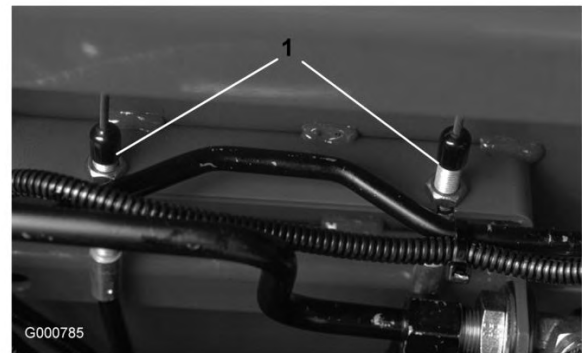

Figura 74
2. Per ridurre il gioco dei pedali del freno, stringete i freni allentando il dado anteriore sull'estremità filettata del cavo del freno (Figura 74). Serrate quindi il dado posteriore per spostare indietro il cavo fino ad ottenere un gioco compreso tra 1,25 e 2,5 cm per i pedali dei freni. Serrate i dadi anteriori dopo avere regolato correttamente i freni.